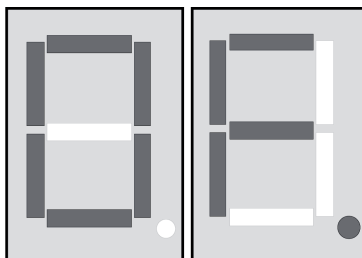

Bild 7: Anzeige OF – „Overflow“
- i** Vorgang abbrechen: Beide Tasten ▲ und ▼ (12) drücken, bis der rechte Dezimalpunkt in der Anzeige erlischt.
- i** Wenn alle 100 Speicherplätze belegt sind, zeigt die Anzeige **OF** (Bild 7).